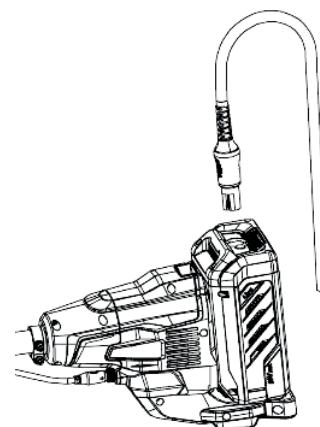

Рис. 4
3. Подсоединять и отсоединять аккумуляторную батарею следует с помощью инструмента (рис. 4).